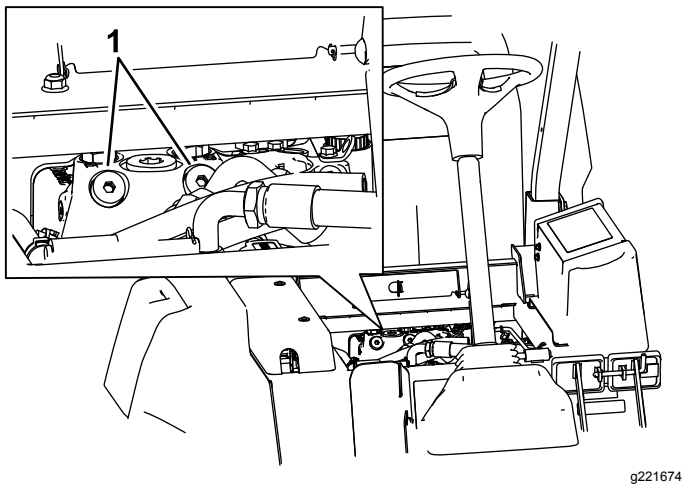

Figura 70
1. Sollevate il sedile e individuate le valvole di bypass, che sono posizionate sotto la parte anteriore del serbatoio del carburante (Figura 70).